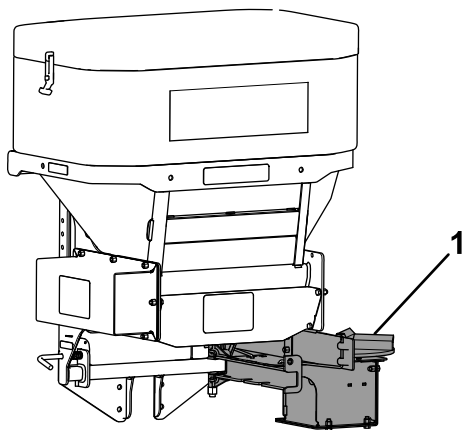

Figura 27
4. Separe el conjunto de disco distribuidor del esparcidor (Figura 27).